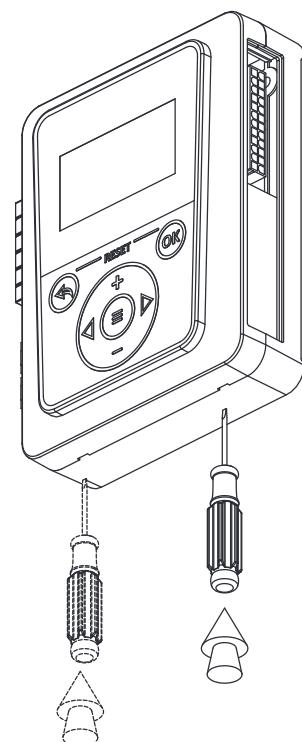

Рис.18 Демонтаж лицевой панели
2. снимите лицевую панель контроллера, ослабив защелки с помощью отвертки (**Рис.18**);